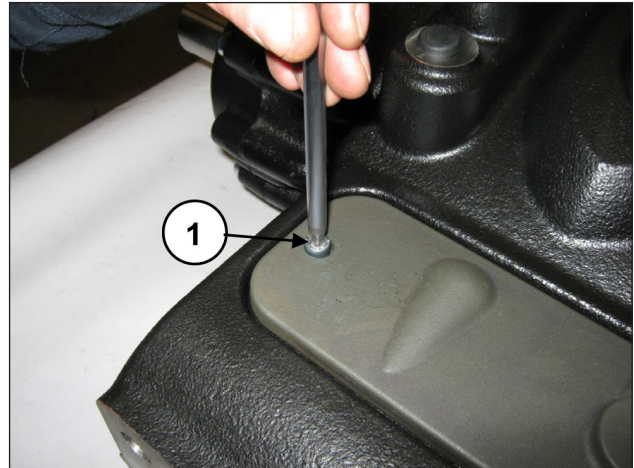

Abb. 167
Demontieren Sie den oberen Inspektionsdeckel durch Abdrehen der 2 Befestigungsschrauben (Pos. ①, Abb. 167).